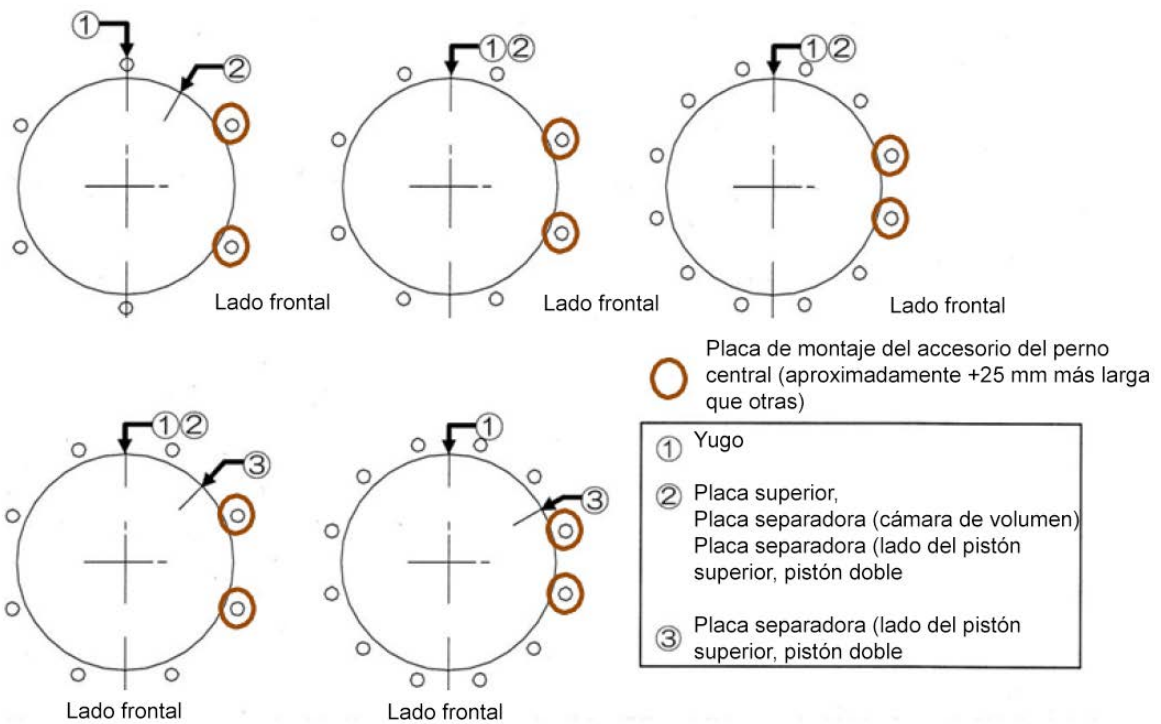

Figura 19 - Posicionamiento del perno central
- Asegúrese de que las posiciones de las conexiones de aire sean correctas. Inserte los pernos centrales en los orificios de la placa superior y el yugo. Monte las arandelas de resorte y las tuercas y apriételas ligeramente a mano. Monte las arandelas de resorte y las tuercas en la parte inferior del yugo a mano. Asegúrese de que la posición de los pernos centrales (aproximadamente +25 mm más largos que otros) para la placa de montaje de accesorios, si está equipada, cumpla con la Figura 19.